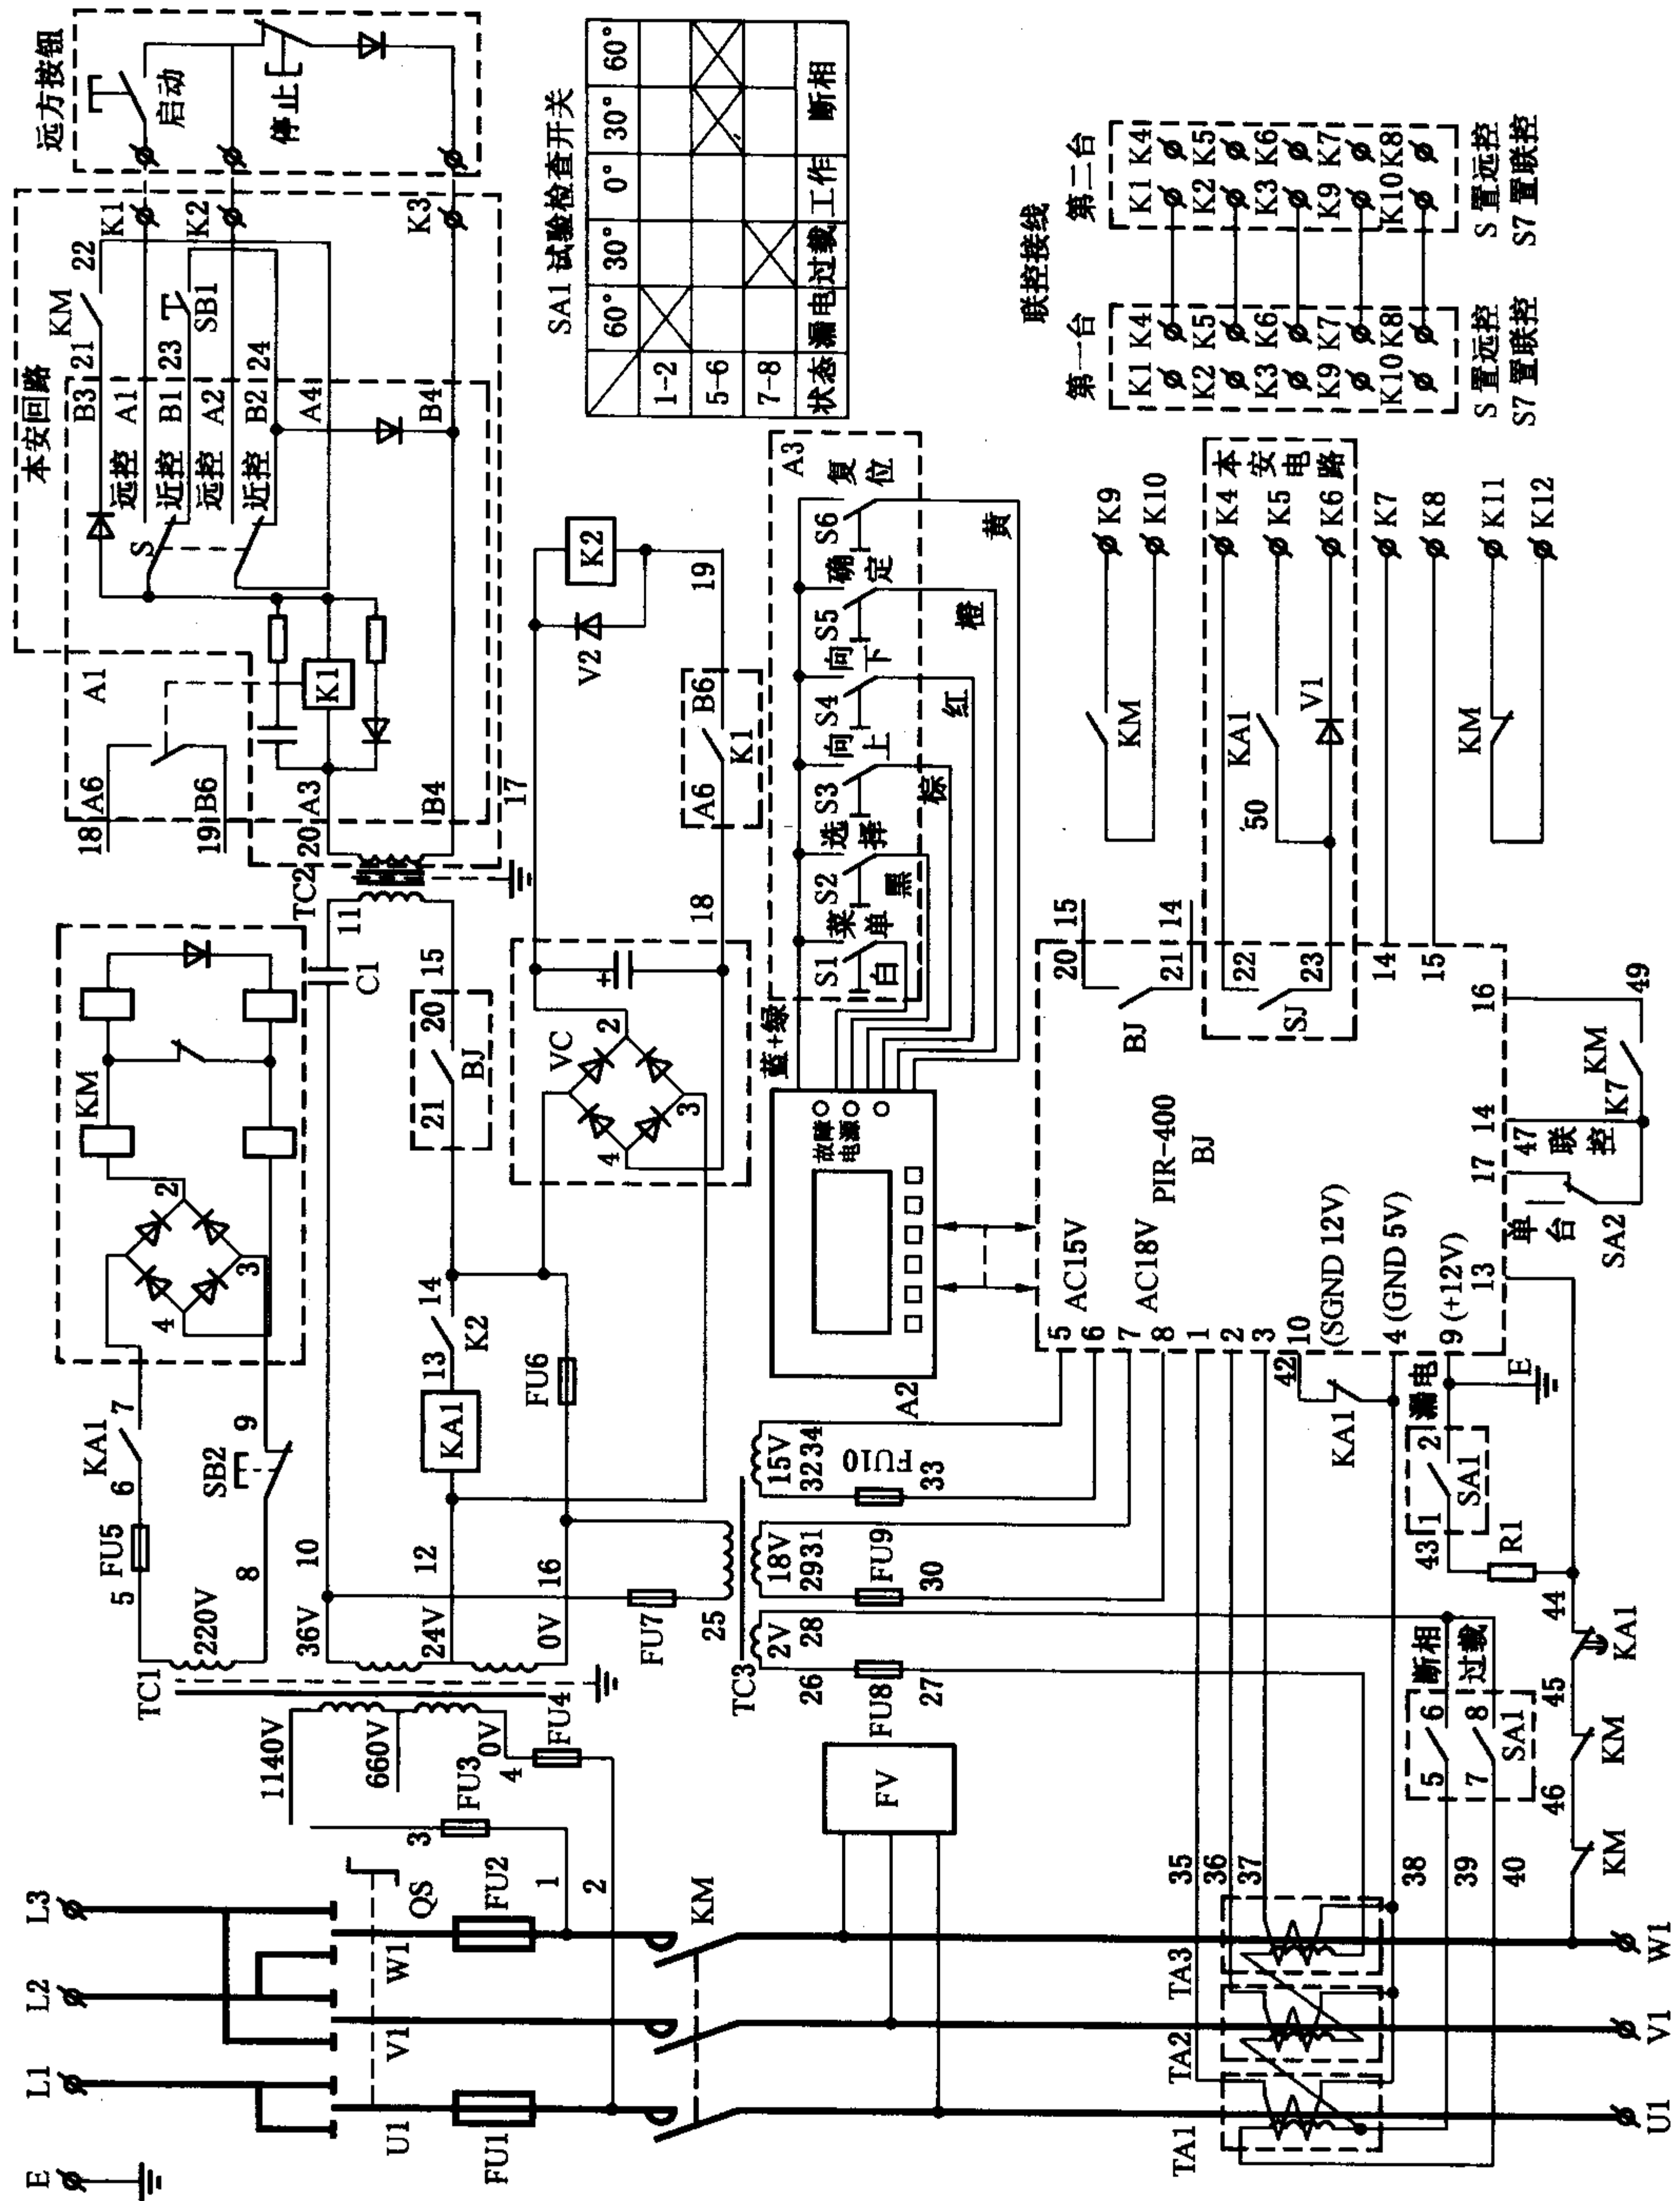

图 1-1 QJZ-400 (315) / 1140W 型隔爆真空磁力起电器电气原理图
QJZ-400 (315) /1140W 型隔爆真空磁力起动器是一种采用 PIR-400 综合保护器及液晶显示屏的智能型开关,其电气原理图如图 1-1 所示。